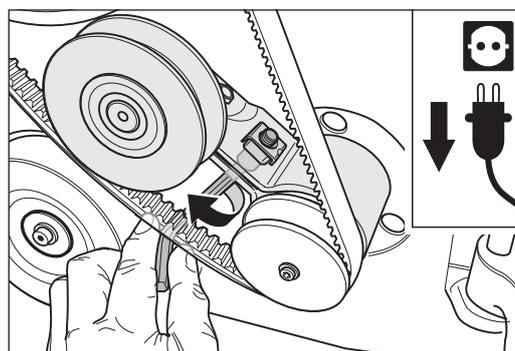
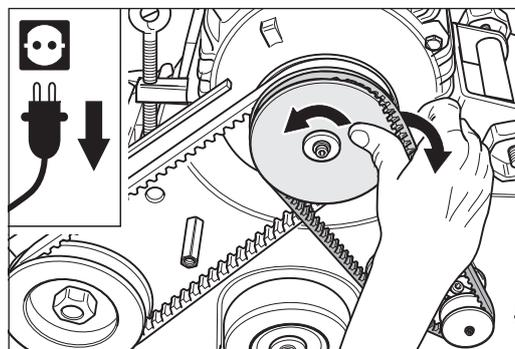

Abb. 59 Öffnen der Klemmschraube des Riemenspanners für den Keilriemen des Ventilators.
Abb. 60 Abnehmen des Keilriemens für den Ventilator.
- 5 Öffnen Sie die Klemmschraube des Riemenspanners für den Keilriemen des Ventilators (Abb. 59) und entspannen Sie den Keilriemen. Dann nehmen Sie ihn ab (Abb. 60).